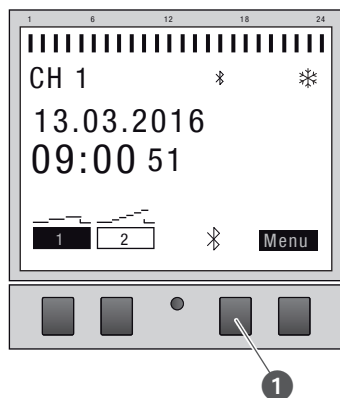

Bild 27: Starta Bluetooth-anslutning på kopplingsuret
1. Tryck på Bluetooth-knappen (Bild 27/①) på kopplingsuret.